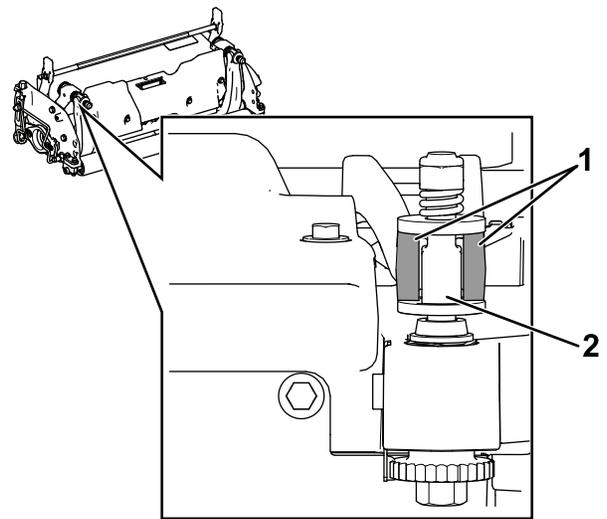

Bild 16
1. Montieren Sie den Untermesserträger. Positionieren Sie die Befestigungsöhen zwischen die Scheiben und der Einstellschraube des Untermesserträgers (Bild 16).
Wichtig: Zentrieren Sie die DPA-Einsteller in die Ösen der Untermesserträger, wie in Bild 16 dargestellt.